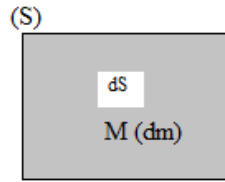

Figure III.4
Considérant (S) une plaque (système continue de surface), soit M un point de cette surface entouré par un élément de masse (dm). Cet élément de masse existe dans un élément de surface (dS) Figure III.4. La densité de masse surfacique ( $\sigma$ ) au point M est déterminée comme suite :